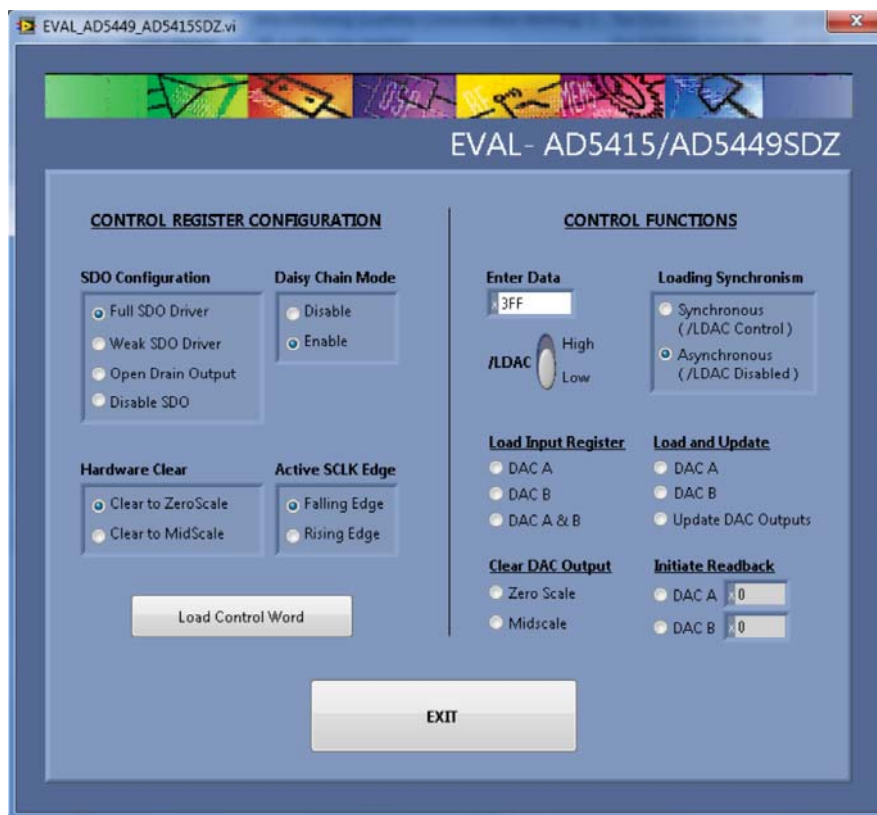

図 5. 評価ソフトウェア・ウィンドウ
2. 「Analog Devices」メニューからプログラム・ファイルを実行します。EVAL -AD5449/AD5415SDZ ウィンドウが表示されます(図 5 参照)。